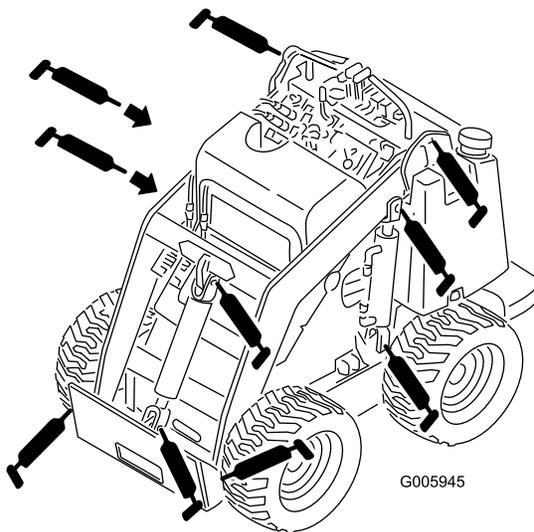
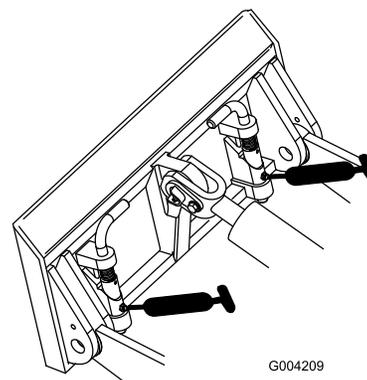

Рисунок 24
Рисунок 25
4. Присоедините к каждой масленке шприц для нагнетания консистентной смазки (Рисунок 24 и Рисунок 25).